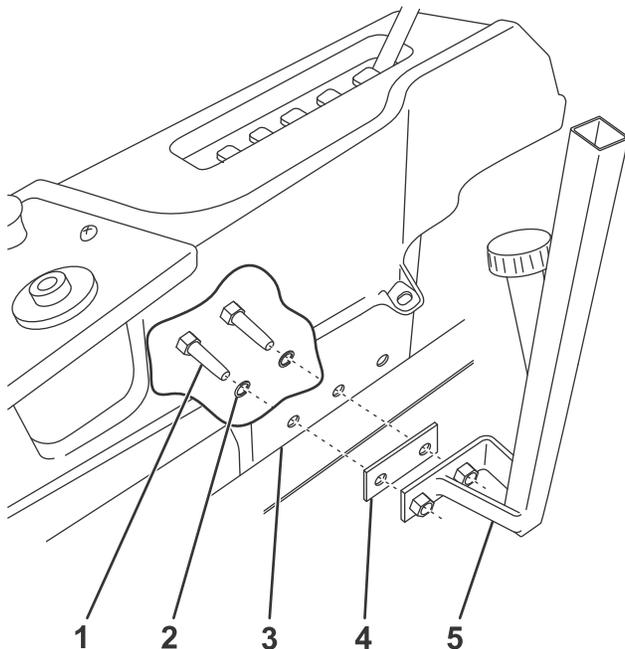

Bild 1
4. Befestigen Sie die Aufnahmehalterungen an den vorderen beiden Bohrungen im Rahmen mit zwei Schrauben ($\frac{1}{2}$ " x $1\frac{1}{8}$ ") und Sicherungsscheiben (Bild 1). Wenn Ihre Maschine nicht mit einem Überrollbügel ausgestattet ist, setzen Sie die Distanzplatte ein, wie in Bild 1 dargestellt.